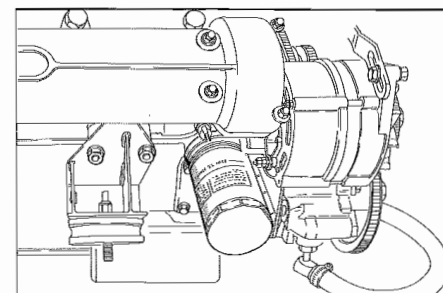

Fig. 22 - Cartuccia filtrante
- La cartuccia filtrante è alloggiata sul lato destro del motore (**Fig. 22**).
- The filter cartridge is located on the right hand side of the engine (**Fig. 22**).